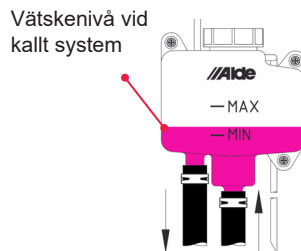

Fig. 2, Expansionskärl
- Kontrollera att glykolblandningen står i rätt nivå i värmesystemets expansionskärl, se Fig. 2. Nivån ska ligga cirka en centimeter över MIN-strecket vid kallt system. Säkerställ att systemet är ordentligt luftat innan det tas i drift.
För att starta värmepannan, tryck på on-/ offknappen på Manöverpanelen (Fig. 8, bild 1). Startbilden visas (Fig. 8, bild 2) och systemet startar med de senast valda inställningarna. När värmesystemet och manöverpanelen är på lyser en grön diod på on-/ offknappen. För att stänga av värmesystemet, tryck på on-/ offknappen. Manöverpanelen och lysdioden slocknar.